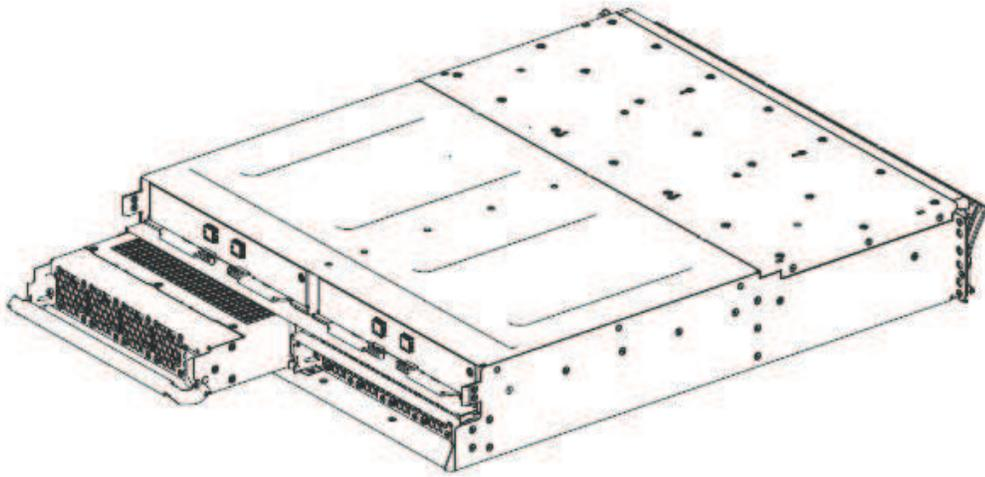

図 26. 拡張エンクロージャーの左側からの電源機構の取り外し
5. 182 ページの図 26に示されているように、ハンドルを使用して電源機構を慎重にスライドさせてエンクロージャーから取り出します。